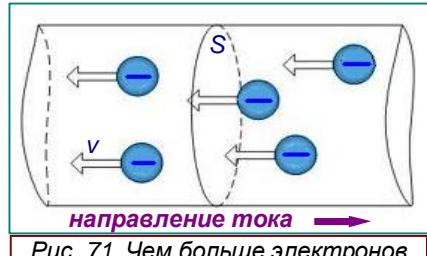

Рис. 71. Чем больше электронов успевает пройти через поперечное сечение проводника в 1 с, тем больше сила тока  $I$
20. Итак, если в проводнике существует электрический ток, это означает, что через поперечное сечение проводника  $S$  переносится электрический заряд, рис. 71. Заряд, переносимый в единицу времени, служит основной количественной характеристикой тока, называемой **силой тока**.